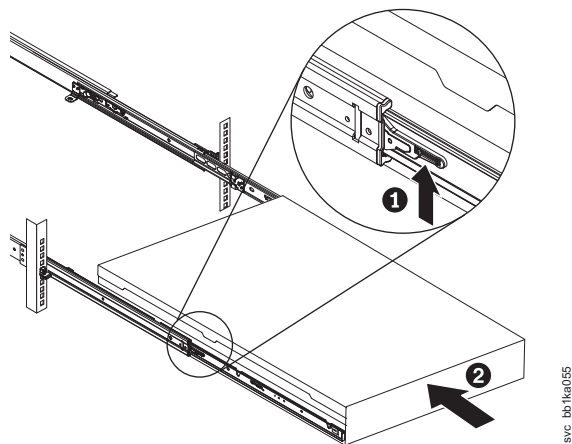

Figura 185. Levantando as Alavancas de Travamento dos Trilhos Deslizantes do Rack
12. Levante as alavancas de travamento (**1** na Figura 185 na página 230) nos trilhos deslizantes e empurre o servidor **2** completamente no rack até que ele encaixe.